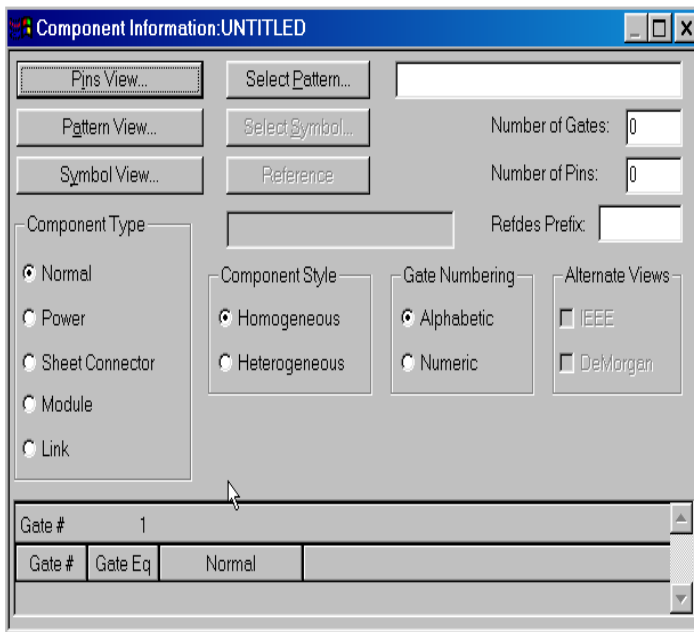

Рис. 2.1. Окно с информацией о компоненте
2. Появится главное окно с информацией о компоненте (рис. 2.1). Нажмите в этом окне кнопку *Select Pattern...*, чтобы выбрать корпус для нового компонента.
4. В группе *Component Type* (рис. 2.1.) выберите тип компонента – *Normal*
9. В окне **Refdes Prefix** (см. рис. 2.1) укажите префикс для позиционного обозначения компонента на схеме и плате. В данном случае – это **R**.